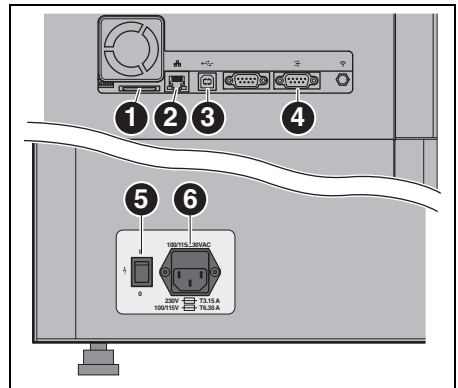
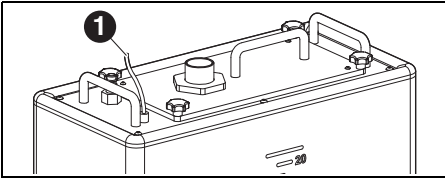

Fig. 7 Interfaces sur la face arrière de la fraiseuse
Fig. 8 Raccordements unité d'alimentation
- ▷ Connecter l'interface de commande pour l'unité d'alimentation à l'arrière de la fraiseuse ([4] sur la figure 7) ainsi qu'à l'unité d'alimentation ([1] sur la figure 8) au câble de commande.
- ▷ Connecter l'interface USB ([3] dans la figure 7) de la fraiseuse et une douille USB libre du PC au câble USB.
- ▷ Reliez l'interface Ethernet ([2] sur la figure 7) de la fraiseuse au PC ou au réseau via un câble réseau.